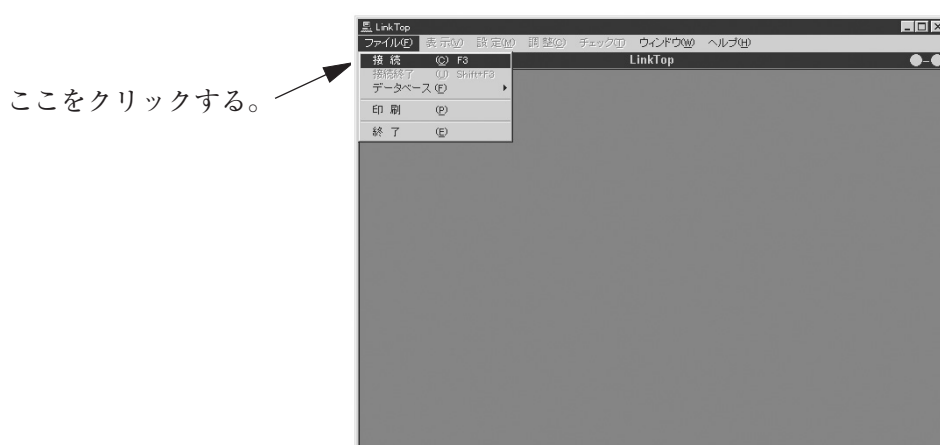

図7
- ⑤ 図7のような画面が開いたら、画面上部メニューの、「ファイル(F)」中の「接続(C)F3」をクリックします。
(図7は「ファイル」をクリックした状態です。)